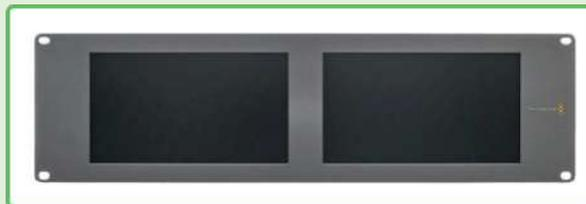

Imagen 2. Monitor Smartscope dúo.
1.1.1.2. Monitor Smartscope dúo: Es el equipo que se encuentra debajo del monitor LCD en el *rack*. Este equipo tiene dos pantallas de color negro, como se muestra en la imagen 2. Su función es monitorear las producciones de estudio y locaciones, mostrando vídeo con resoluciones de hasta 3840 x 2160 a 30p. Cuenta con dos monitores de 8" cada uno con una entrada y salida SDI en bucle. Las entradas son auto-sensibles/seleccionables y el monitor muestra cualquier formato, soportando lo que se le alimente. Se puede elegir entre mostrar el vídeo de entrada o una de las seis pantallas del osciloscopio.